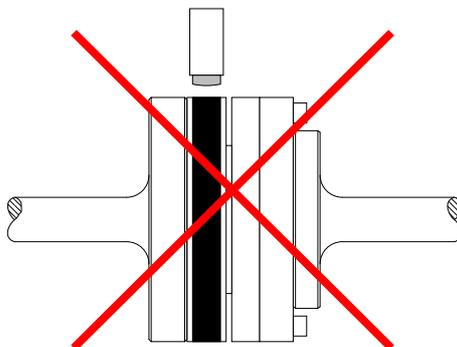

Figure 2-5 Montage à éviter
1. Il ne faut pas accoupler directement (sans accouplement) l'élément entraînant à l'élément entraîné au moyen du flasque du couplemètre pour éviter un montage hyperstatique, comme à la *figure 2-5*.